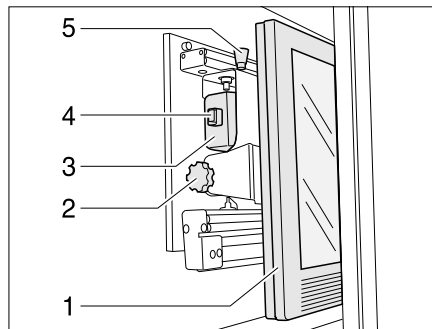

Bild 133 TV-Schrank
- Entriegelungsknopf (Bild 133,5) drücken und Halterung für den Flachbildschirm am Griffstück (Bild 133,4) bis zum Anschlag nach vorn ziehen.
- Entriegelungsknopf (Bild 133,1) ziehen und Flachbildschirm (Bild 133,2) in die gewünschte Position schwenken.
- Rändelschraube (Bild 133,3) lösen.